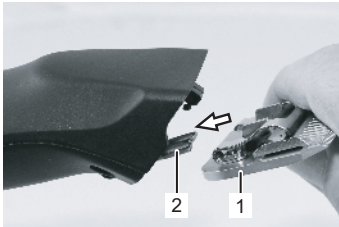

Fig. 17
6. Fixe a nova cabeça de tosquia na articulação e empurre a cabeça de tosquia em direcção à máquina com uma leve pressão (fig. 17, 18, 19).